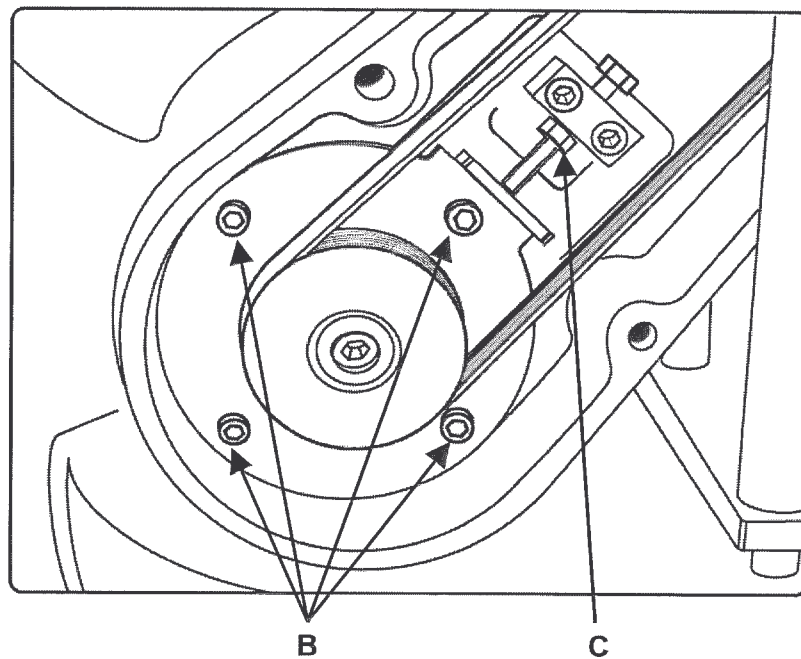

Fig. 10-05
- 2) Allentare le 4 viti “B” di fissaggio motore con la chiave in dotazione (Fig. 10-05)
- 3) Allentare la vite “C” di bloccaggio motore assieme al relativo controdado con una chiave esagonale in modo tale da permettere al motore di scendere (Fig. 10-05)
Stringere la vite “C” di bloccaggio motore e il relativo controdado con la chiave esagonale (Fig. 10-05)